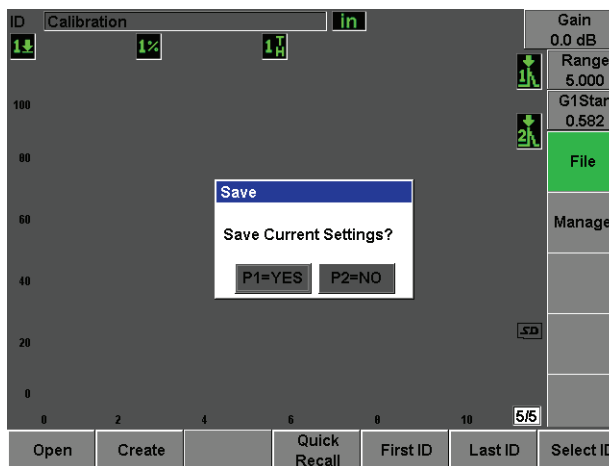

Рис. 2-21 Диалоговое окно Save
10. Нажмите **Save** (см. Рис. 2-21 на странице 49).